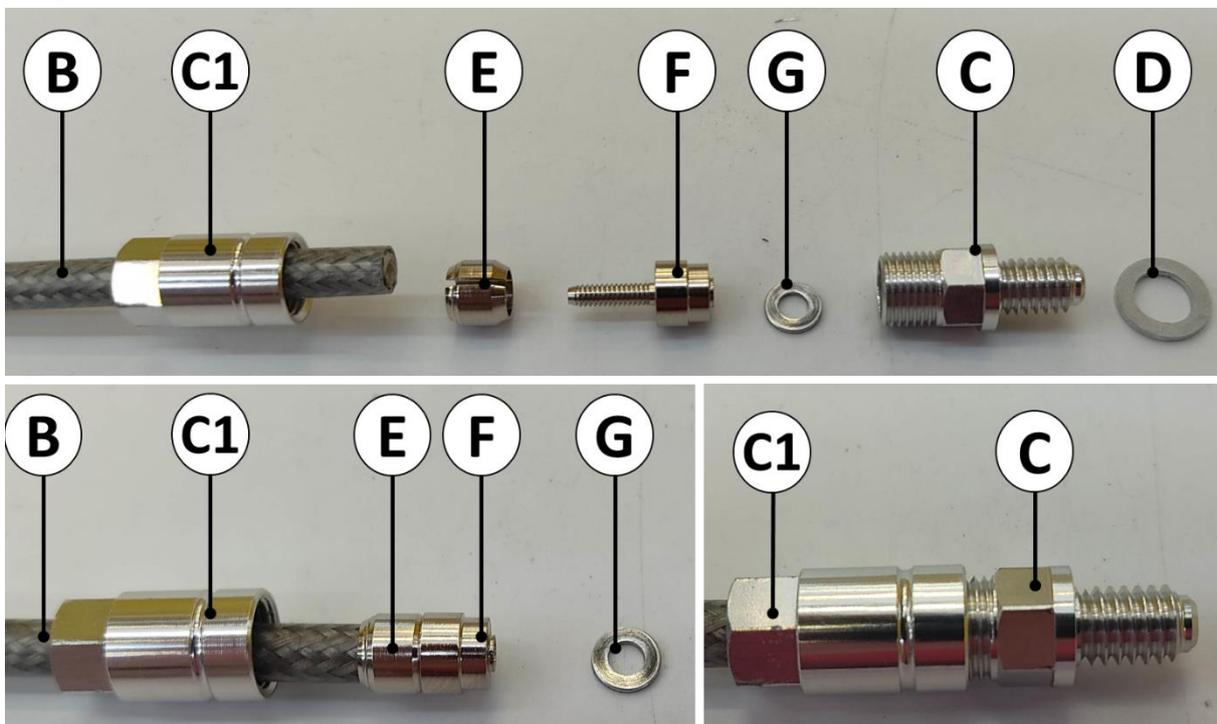

Figura 29: Sequenza di montaggio raccordi
- 6) Calare la boccola in acciaio con inserto esagonale lato tubo **C1** sulla spina filettata **F**, ed inserire la rondellina di tenuta interna **G** all'interno dell'incavo così ottenuto (**Figura 29**)